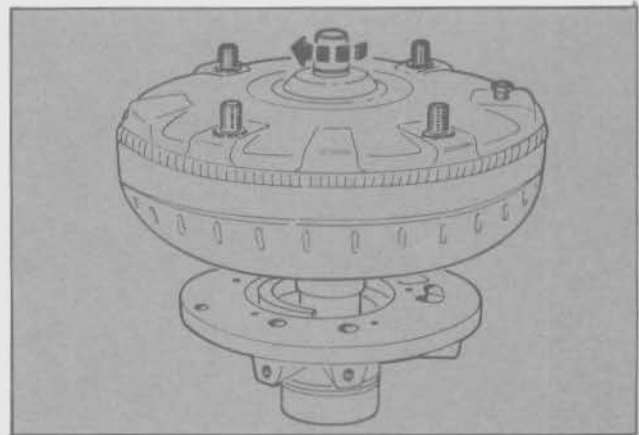

Fig. 11 - Comprobación de contacto entre estator y carcasa
- Para ello, colocar el convertidor de par en el alojamiento de la bomba hidráulica y hacerlo girar (Fig. 11).